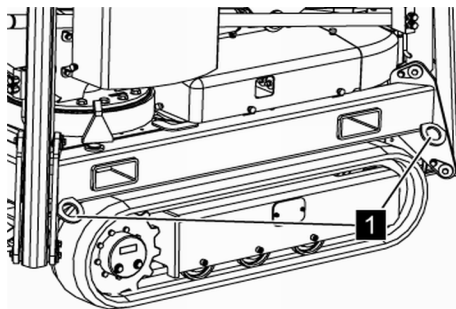

Fig. 38: Anneaux d'arrimage
- La machine doit être arrimée avec des sangles aux anneaux d'arrimage prévus à cet effet (Voir la Fig. 38/1) sur le véhicule de transport.
3. → Arrimer et fixer la plateforme élévatrice avec p. ex. des sangles aux anneaux d'arrimage (Voir la Fig. 38/1) sur le véhicule de transport.